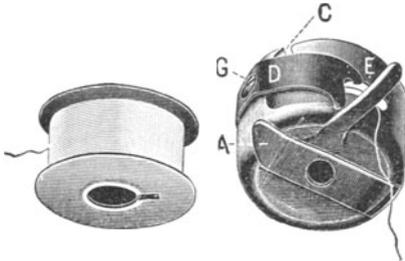
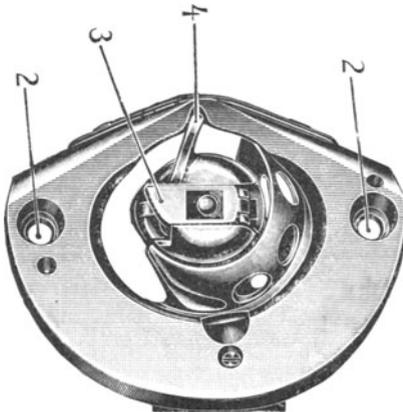

Abb. 25.
Abb. 26.
Die sehr breite Spule wird von einem mit Spannungsfeder (D) versehenen **Spulengehäuse** umfaßt (Abb. 25). Das Spulengehäuse wird mit der Spule auf einen Zapfen in der Greiferhöhle gesteckt und durch einen aufklappbaren Deckel (A) gehalten. Der Greifer wird in seiner Bahn durch einen überzuschraubenden **Deckring** (s. Abb. 26) gesichert. Damit die Spulenhülse nicht an der Bewegung des